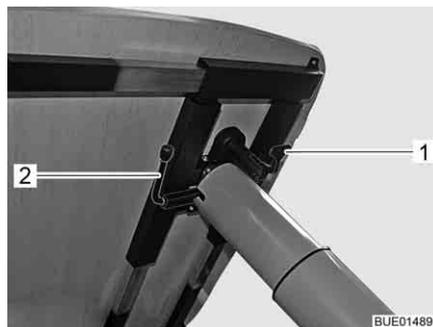

Fig. 98 Regolazione del tavolo rialzabile
- Tirare verso il basso la leva di serraggio (Fig. 98,1).
- Ruotare la leva (Fig. 98,2) sotto il piano del tavolo di 180° in senso orario. Il meccanismo di sollevamento nel piede del tavolo viene sbloccato.
- Ruotare la leva (Fig. 98,2) sotto il piano del tavolo di 180° in senso orario. Il piano del tavolo va automaticamente verso l'alto fino al fine corsa.